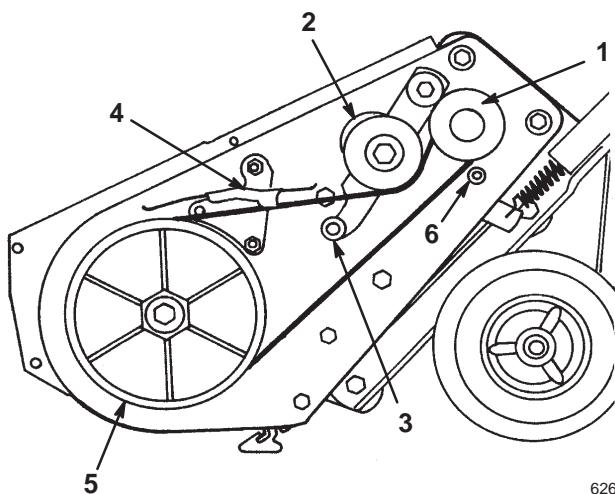

Figure 27
- Tirez la poulie de tension vers le haut et déposez la courroie d'entraînement usagée de la poulie de turbine, l'ensemble bras de frein et la poulie motrice (Fig. 27).
- Enroulez la courroie d'entraînement neuve autour de la poulie motrice, sous la poulie de tension, sur le galet, dans l'ensemble frein et autour de la poulie de turbine (Fig. 27).
Important La courroie d'entraînement doit passer en haut du galet, comme indiqué à la Figure 27.